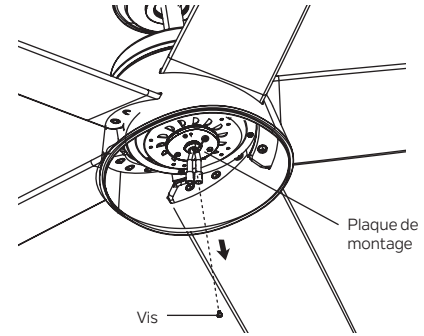

Fig. 19
**Étape 1.** Retirez la vis marquée d'une étiquette à points qui est préinstallée sur la plaque de montage et conservez-la pour une utilisation ultérieure. Desserrez les deux autres (ne les retirez pas). (Fig.19)